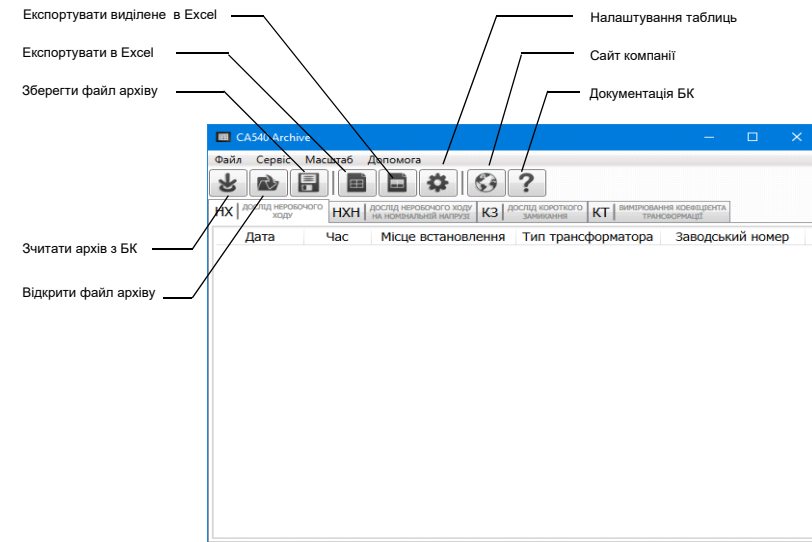

Рисунок 6.91
2) Включити комп'ютер і запустити програму "CA540 Archive", подвійним клацанням на ярлику , який розташований на Робочому столі ПК. На екрані ПК з'явиться вікно програми (рисунок 6.91).